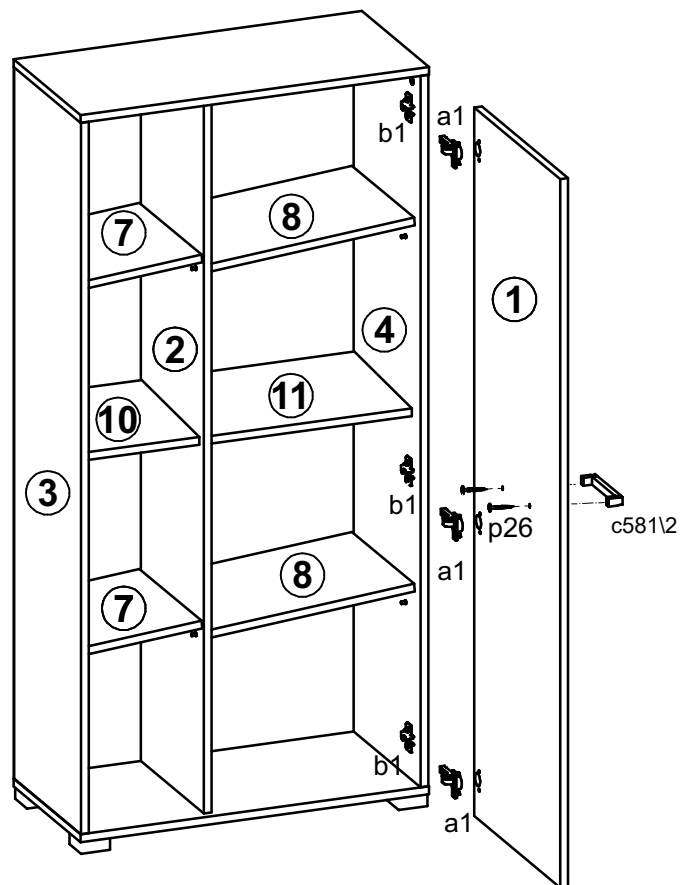

Рисунок 7
- Положить дверь **1** фасадной поверхностью вниз на ровную поверхность и закрепить на ней петли шарнирные **a1**, навесить дверь **1** на корпус шкафа, совместив петли шарнирные **a1** с ответными планками петель **b1**. При необходимости отрегулировать положение дверей вращая регулировочные винты (см.рис. 7).
- На внутренней поверхности двери **1** в отверстия **Ø5 мм** вставить шурупы **p26**. Снаружи с оместить отверстия ручки **c581\2** резьбой шурупов и завернуть шурупы **p26**, удерживая ручку (см. рис. 7).
- Установить полки переставные **7,8** на полкодержатели **d1** (см. рис. 7). **ВНИМАНИЕ!** В комплекте фурнитуры имеется лента фиксирующая **n26** с шурупом **p38** и дюбель **f35** с шурупом **p17** для крепления изделия к стене в целях предотвращения его опрокидывания. Для этого необходимо в месте установки изделия разметить и просверлить с помощью электродрели отверстие диаметром **10 мм** в стене на **30 мм** ниже уровня детали **5** изделия, забить с помощью молотка дюбель **f35** в отверстие в стене, закрепить ленту фиксирующую **n26** шурупом **p38** к задней кромке детали **5** изделия, завернуть шуруп **p17** в дюбель **f35** сквозь отверстие в ленте фиксирующей **n26**.